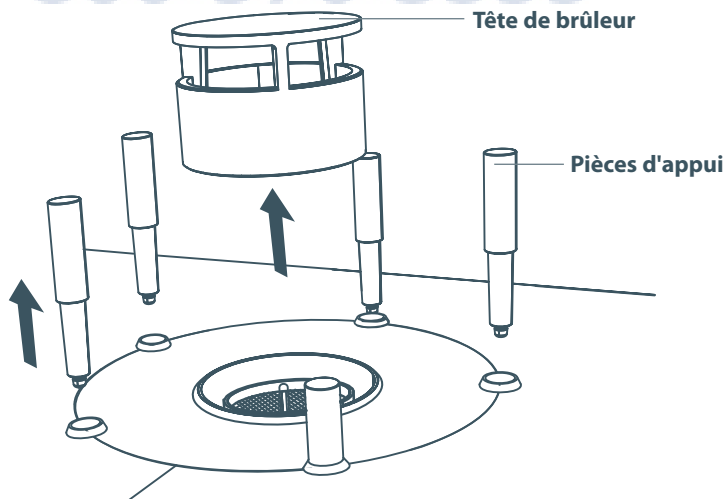

Fig.4 Retrait des pièces d'appui
- 4 Abaissez les pièces d'appui avant d'utiliser l'appareil pour vous assurer qu'elles sont réinstallées correctement (voir Fig. 4).